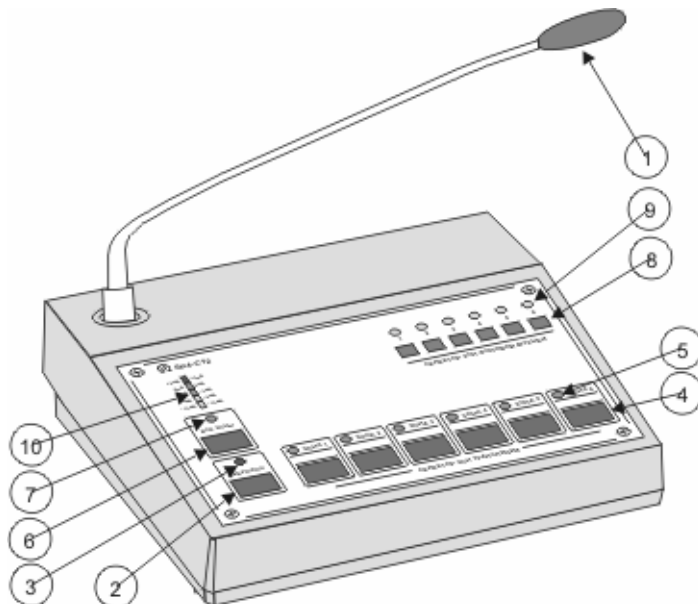

Рис. 1
Примечание: при нажатии кнопки «СБРОС З/С» сигнал зуммера прекращается и светоиндикатор «Сброс З/С» (поз.22 рис.1) включается. При появлении нового сигнала извещения об активации (или неисправности), сигнал зуммера возобновляется и светоиндикатор «Сброс З/С» выключается.
1. Повернуть ключ доступа к органам управления (поз.24 рис.1) в положение «ВКЛ».
(Светоиндикаторы «ВЫБОР» (поз.4 рис.1) выбранных зон оповещения – ВКЛ).
(Светоиндикаторы «ПУСК» (поз.2 рис.1) выбранных зон оповещения – ВКЛ).